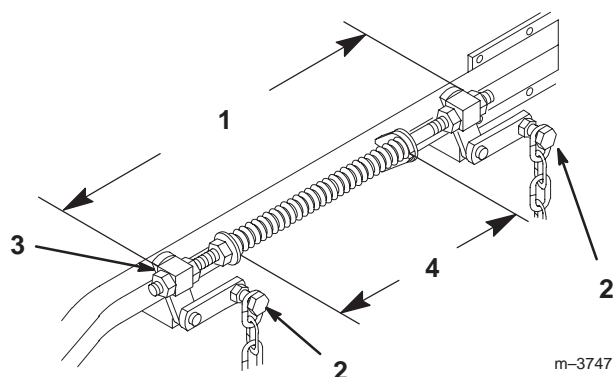

Figure 65
2. Vérifiez la pression des quatre (4) pneus et réglez-la à 90 kPa (13 psi) au besoin.
4. Relevez le plateau de coupe en position de transport et détendez les deux grands ressorts de levage du plateau en desserrant l'écrou situé devant chaque ressort (Fig. 65).
6. Desserrez les 4 boulons de chaîne supérieurs dans les fentes. Vérifiez la longueur des ensembles tige/pivot. Il doit exister un écart de 496 mm (19-17/32") entre l'extérieur du pivot arrière et l'extérieur du pivot avant (Fig. 65). Vérifiez que les quatre pivots bougent librement dans les trous.
2. Les ressorts sont comprimés pour obtenir un écart de 260 mm (10-1/4") entre les deux grandes rondelles (Fig. 65).
3. Tournez l'écrou devant chaque ressort pour obtenir le réglage voulu (Fig. 65). Tournez l'écrou dans le sens horaire pour raccourcir le ressort, et dans le sens anti horaire pour l'allonger.